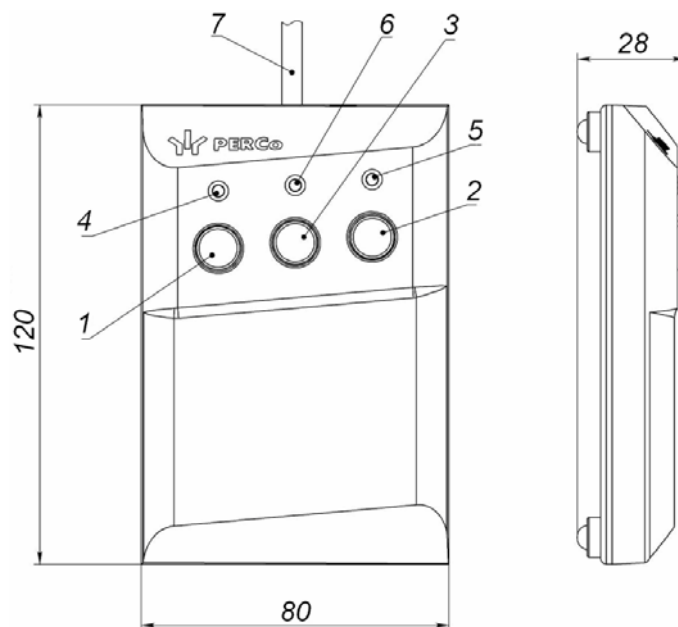

Рисунок 4. Общий вид и габаритные размеры ПДУ
ПДУ (12) выполнен в виде небольшого настольного прибора в корпусе из ударопрочного АБС-пластика и предназначен для подачи команд управления и индикации состояния направлений прохода через ЭП при ручном управлении. Внешний вид и габаритные размеры ПДУ показаны на рис. 4.